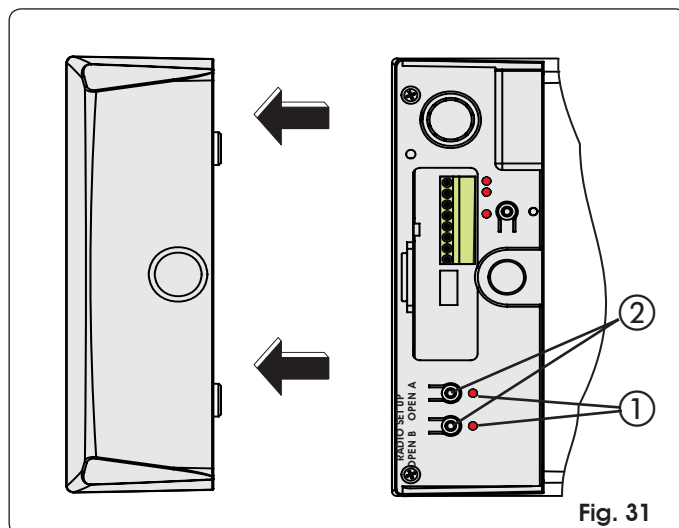

Fig. 31
- 2) Druk 1 seconde lang de knop OPEN A of OPEN B in (Fig. 31 ref. ②), om respectievelijk de volledige of de gedeeltelijke opening in het geheugen op te slaan.
- 3) De bijbehorende led (Fig. 31 ref ①), begint 5 seconden lang langzaam te knipperen.
- 4) Druk 1 seconde lang de knop OPEN A of OPEN B in (Fig. 31 ref. ②), om respectievelijk de volledige of de gedeeltelijke opening in het geheugen op te slaan.